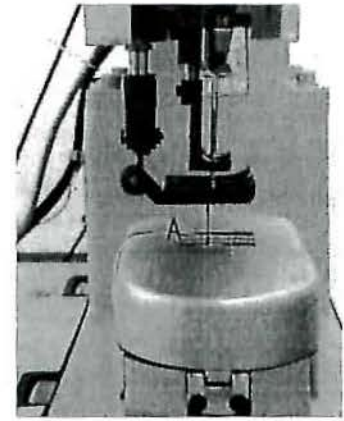

Fig.25
17. ADJUSTMENT OF THE HEIGHT OF THE PRESSER FEET (Figs. 25、 26 & 27)